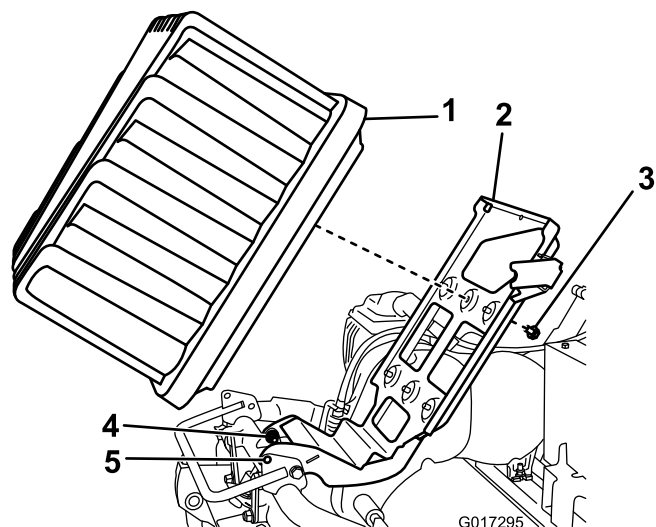

Figura 9
5. Desaperte os 2 parafusos/porcas com meia volta cada (Figura 9).
6. Eleve a plataforma da bateria até que os furos de bloqueio na base e estrutura fiquem alinhados (Figura 9).